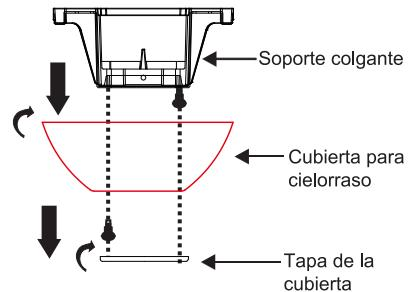

Fig. 5
**Paso 1.** Retire la tapa inferior de la cubierta decorativa haciendo girar en sentido antihorario. (Fig. 5)
**Paso 2.** Retire el soporte de montaje para cielorraso de la cubierta quitando uno de los dos tornillos (que debe guardarse). Afloje media vuelta el otro tornillo. (Fig. 5)